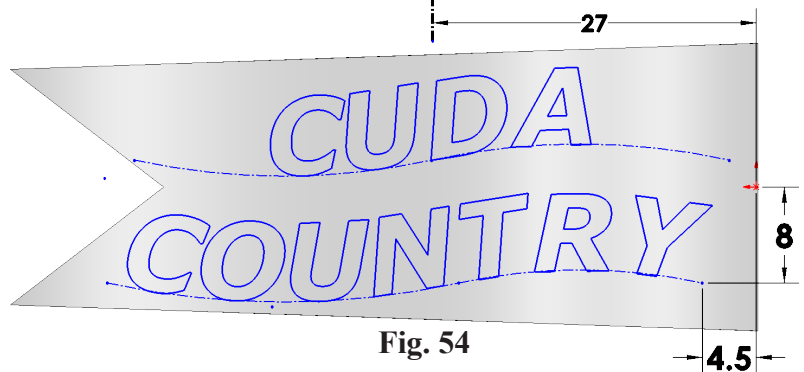

Fig. 54
Step 12. Add dimensions, Fig. 54.